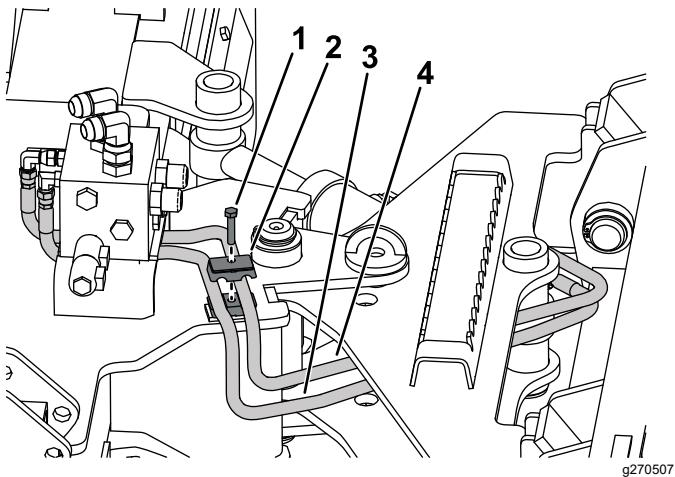
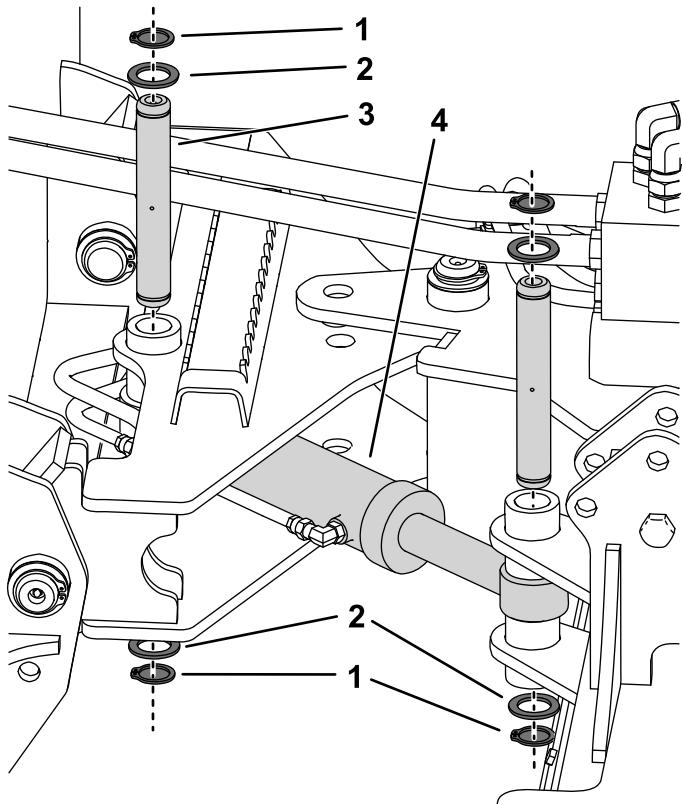

Figura 4
Figura 6
- Instale la manguera larga y la manguera corta en el distribuidor, luego enrute las mangueras por debajo del distribuidor e instale la abrazadera como se muestra en la Figura 4 y la Figura 6.
10. Alinee el conjunto del cilindro hidráulico como se muestra en la Figura 6.
11. Instale un pasador de giro en cada extremo del cilindro con 2 arandelas grandes y anillos de retención en cada extremo de los pasadores de giro (Figura 6).